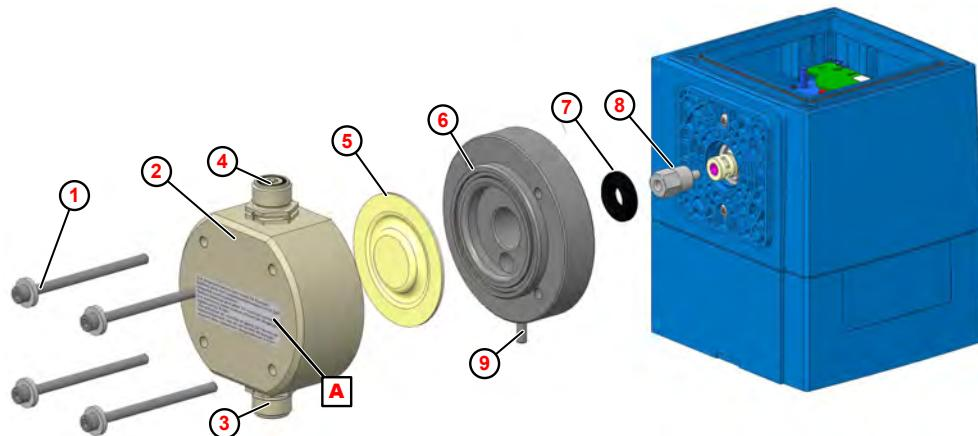

Fig. 24: Sostituzione di testa pompa, membrana e membrana protettiva
- 1.** ➤ Svitare la valvola di aspirazione e di mandata (Fig. 24 , ③ e ④).
- 2.** ➤ Allentare e togliere le viti della pompa testa ① .
- 3.** ➤ Togliere la testa pompa ② .
- 4.** ➤ Svitare la membrana ⑤ .
- 5.** ➤ Rimuovere la piastra intermedia ⑥
- 6.** ➤ Togliere la membrana protettiva ⑦ .
- 8.** ➤ Inserire la piastra intermedia in modo tale che l'elemento di uscita membrana sia rivolto ⑨ verso il basso.